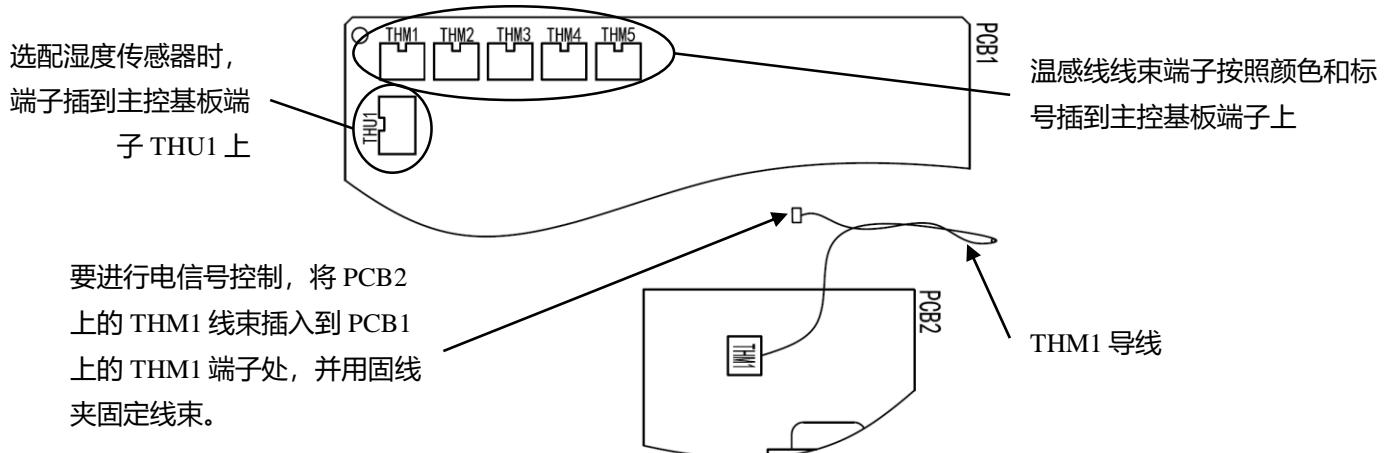

图 6.15 端子安装示意图
- (1) 膨胀阀线圈的连接必须按照1-5的数字进行对接。如果膨胀盒所配的导线不够长, 请确保进行适当延长, 避免感应失真, 且对接头进行适当的绝缘和防水处理, 防止产生电气故障。
- (2) 电信号端子 (V/A, GND) 连接到现场提供的控制器。要进行电信号控制, 需要连接PCB2 THM1的导线, 参见第6章中的图6.15。
- (3) 有关输入信号的定义, 参见技术手册第18.2章。尽可能使输入信号导线短。不要沿交流220V~AC415V电源线装设导线。在距离30cm处单独装设导线。如果沿电源线装设导线, 将导线插入金属穿线管中, 并将导线一端接地。
- (4) 有关输出信号的定义, 参见技术手册第18.2章。确保允许电流在限制范围内。
- (5) 对传输电路使用屏蔽电缆并将其接地。
- (6) 温度传感器电缆应置于电源线50mm处的地方。未遵照本指示可能导致电气噪音引起的故障。
- (7) 如果风扇电机警报信号的L2、N2打开, 会出现警报。出厂前已短接。
- (8) 确保允许电流在限制范围内。
- (9) 电预热和电加热采用1: 2的分级控制, 接线时请按照分档顺序连接。
温度传感器, 湿度传感器, 电信号控制接线在主控基板侧的连接详见下图 6.15: